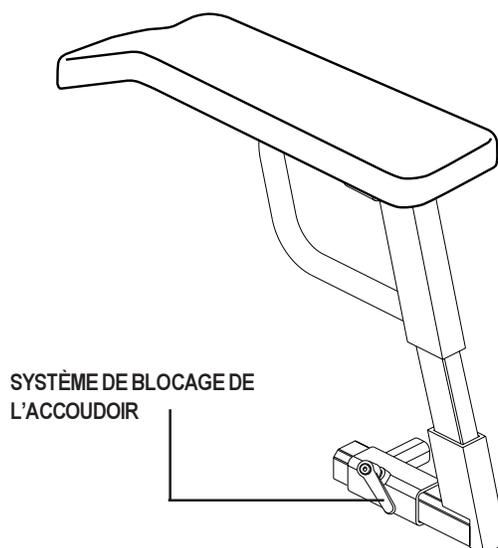

Figure 10. Réglage la position des accoudoirs
1. Tournez le système de blocage de l'accoudoir dans le sens inverse des aiguilles d'une montre pour le débloquer. Voir la figure 10.